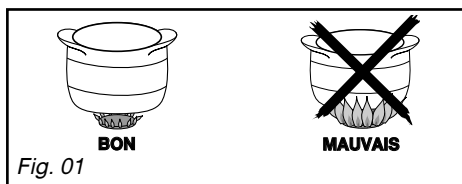

Fig. 01
- Réglez la couronne de flammes de façon que celles-ci ne débordent pas du pourtour du récipient (Fig. 01).
Les éventuelles interventions sur votre appareil doivent être effectuées par un professionnel qualifié dépositaire de la marque. Lors de votre appel, mentionnez la référence complète de votre appareil (modèle, type, numéro de série). Ces renseignements figurent sur la plaque signalétique (Fig. 01).